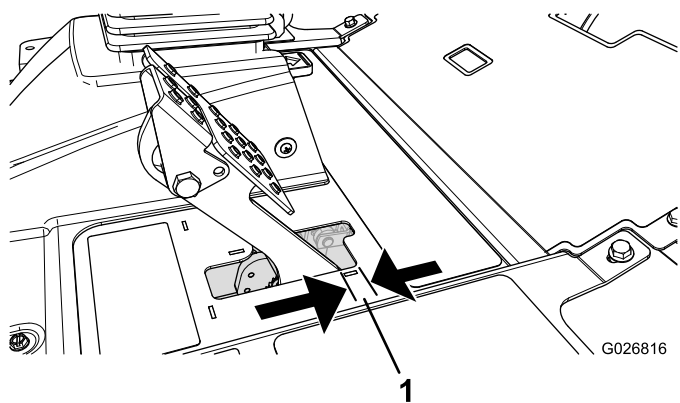

图68
当刹车踏板的自由行程图68超过 25cm 时或需要施加更大保持力时应调节刹车。自由行程是您感到刹车阻力之前刹车踏板移动的距离。
- 2. 紧固后螺母向后移动拉线直到刹车踏板的自由行程图68达到 6.312.7mm 然后锁定车轮。